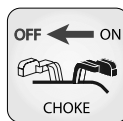

Fig. 3
5. Chiudere l'aria (Fig. 3, posizione "OFF").